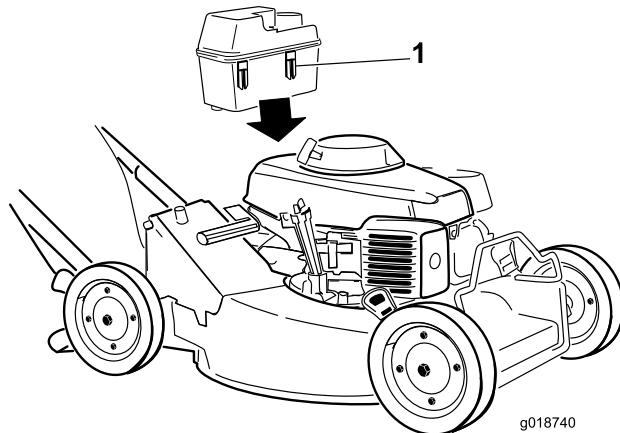

Figura 5
- Deslice los clips de plástico de la parte delantera del depósito de combustible sobre el soporte de montaje del depósito de combustible (Figura 5).